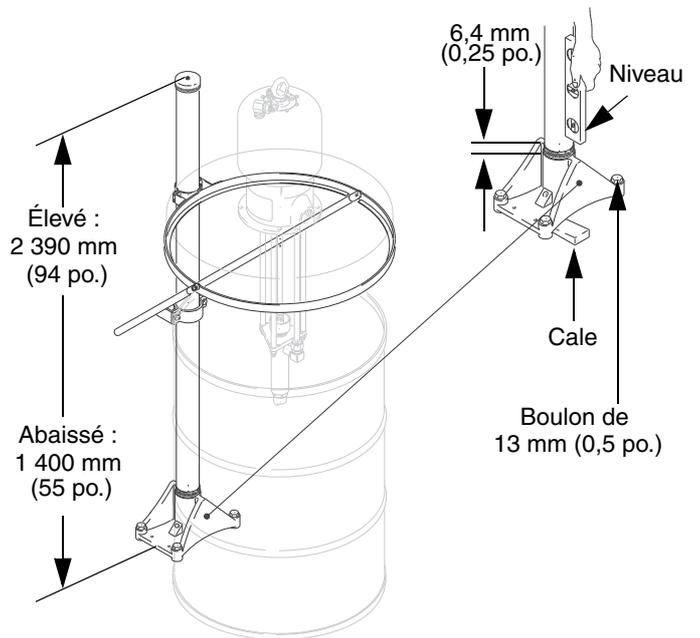

FIG. 2
Installez l'élévateur à un endroit présentant un espace libre de 2,75 m (9 pi.) minimum au-dessus de l'appareil. Faites des repères et percez des trous pour les boulons de fixation de 13 mm (0,5 po.). Consultez la FIG. 2 et le schéma dimensionnel à la page 15. Mettez l'embase (17) de niveau à l'aide de cales, si nécessaire. Fixez l'embase au sol à l'aide de quatre boulons de 13 mm (1/2 po.), suffisamment longs pour empêcher l'élévateur de basculer.